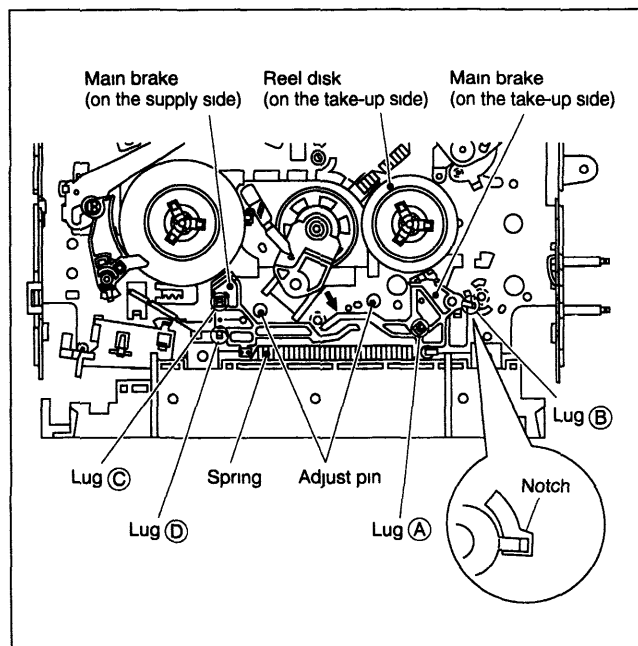

Fig. 2-2-33
- (1) Mova o freio (no lado take-up) como indicado pela seta e remova o carretel (no lado take-up)
- (2) Remova a mola (spring) do freio
- (3) Remova a trava ④ do freio (no lado take-up) e puxe para fora a trava ③ após alinhá-la com a fenda no chassis
- (4) Remova as travas (lug) ② e ① do freio (no lado supply) do chassis e remova-o (Veja Fig 2-2-33)